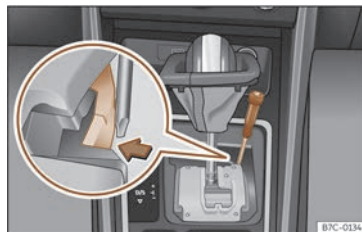

Fig. 94 Maneta selectorului de: deblocare manuală în poziția parcare.
- Utilizând o șurubelniță cu capul plat, țineți apăsată în lateral clema galbenă >>> **fig. 94.**